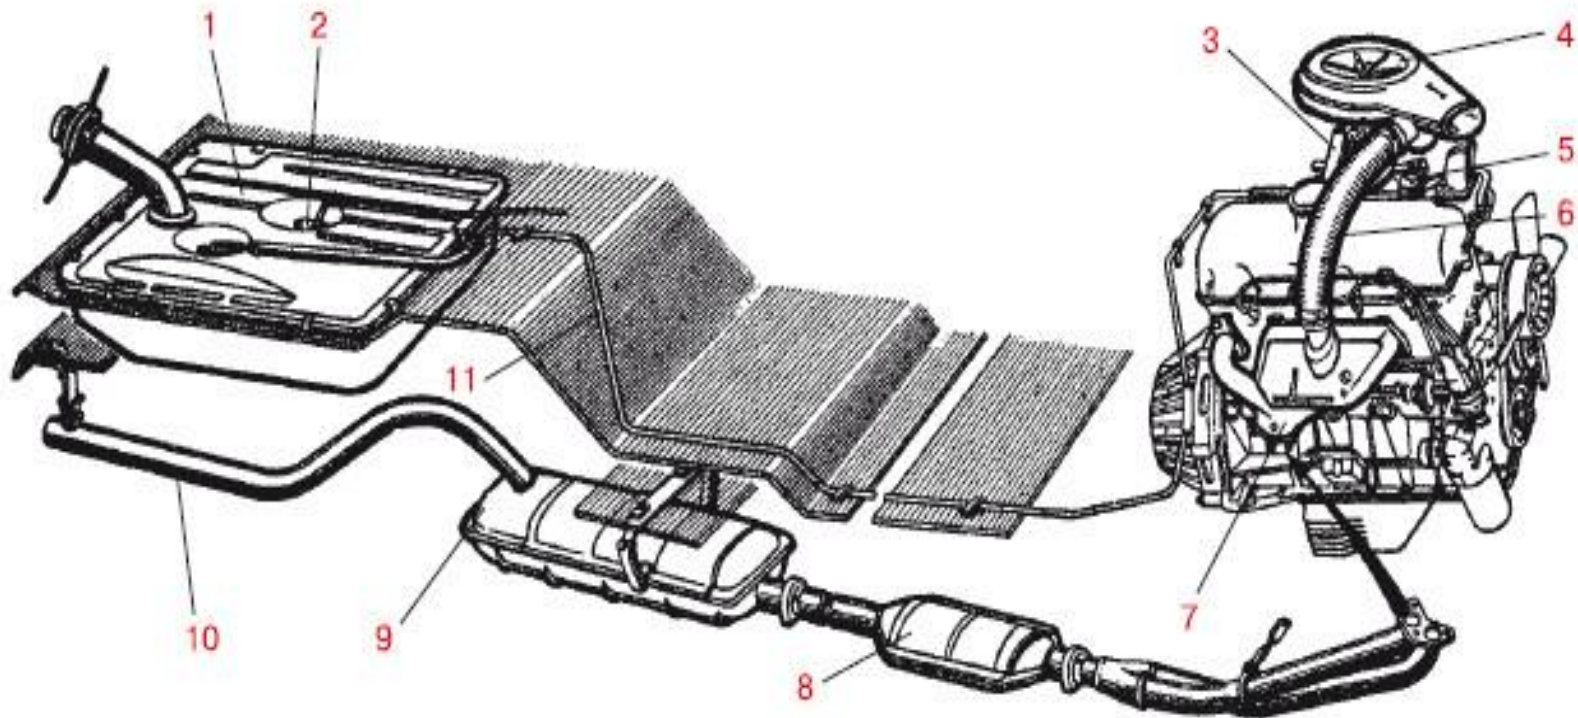

Рис. 2.12. Система питания автомобиля:
- Система питания состоит из следующих основных элементов (рис. 2.12):